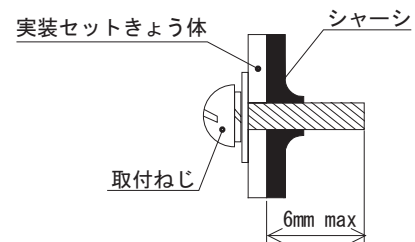

図 4.1 取付ねじ
- 使用するねじは、内部部品との絶縁距離を保つため、ねじ挿入長さは電源の外側から 6mm max とします（図 4.1 参照）。